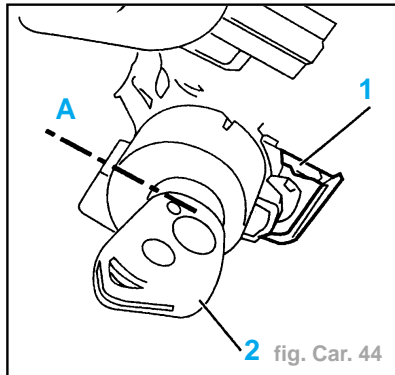

fig. Car. 44
- Mettre la clé (2) en position + accessoires (A) (fig. Car. 44).